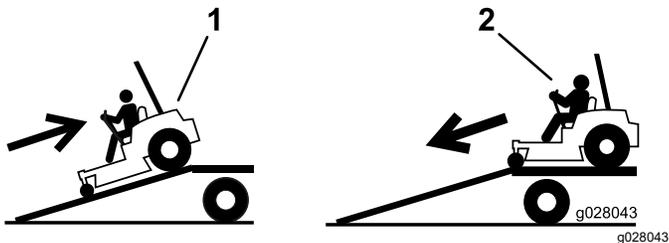

Рисунок 38
4. Перемещайте машину задним ходом при движении вверх по наклонному въезду (Рисунок 38).
2. Перемещайте машину передним ходом при движении вниз по наклонному въезду (Рисунок 38).